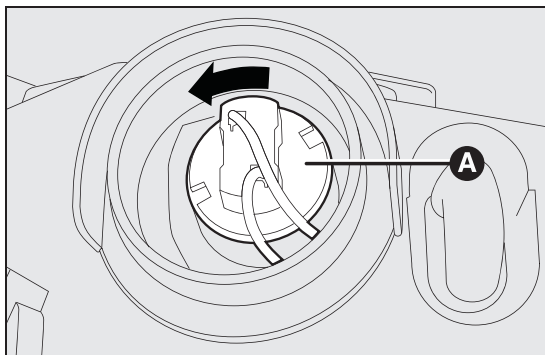

fig. 111
- ☐ draai de lamphouder A fig. 111 linksom en verwijder de lamphouder;